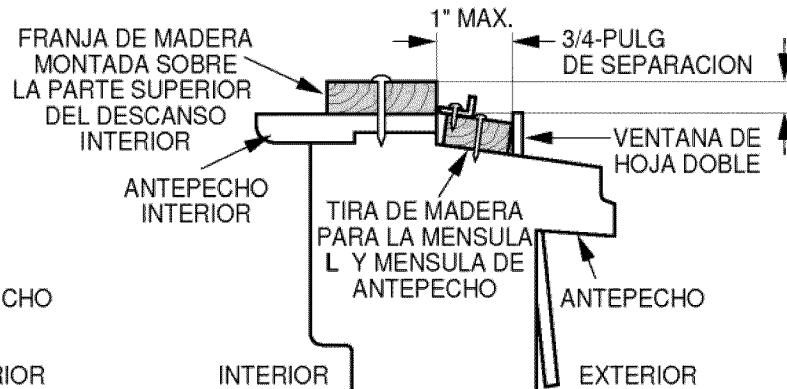

Fig. 5-2
2. Si la sobre-ventana estorba colóquese una tira de madera de 2 pulg de ancho a lo largo del descanso de la ventana por la parte que de internamente al cuarto, y en toda su extensión. La tira de madera debe ser lo suficientemente gruesa para elevar el descanso de la ventana, de tal manera que la unidad de aire acondicionado pueda ser instalada sin interferencia del marco de la sobre-ventana (storm window). Ver Fig. 5-2. La parte superior de la tira de madera debe estar aproximadamente a 3/4 de pulg más alta que el marco de la sobre ventiana, (storm window) para ayudar a que el agua de condensación de la unidad fluya hacia afuera.
3. Instale una segunda tira de madera (aproximadamente 6 pulg. de largo, 1-1/2 pulg de ancho y mismo espesor que la primeratira de madera) en el centro del descanso exterior, póngala contra la parte posterior del descanso interior. Esto elevará la ménsula L como en la Fig. 5-2.